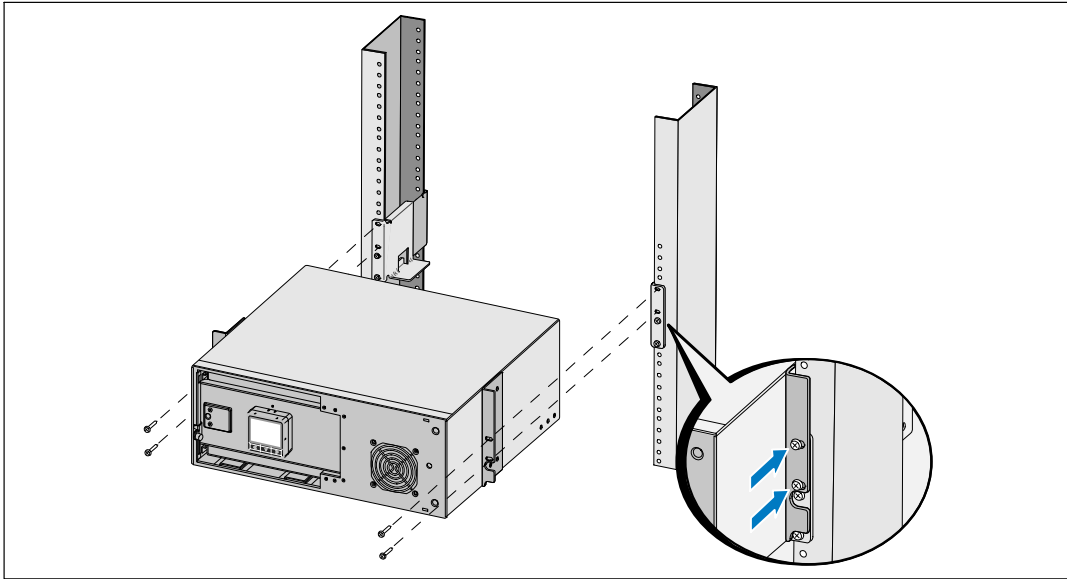

Abbildung 12. Installieren und Befestigen des Gehäuses
- 6 Schieben Sie die Schienen in das Gestell (siehe Abbildung 12).